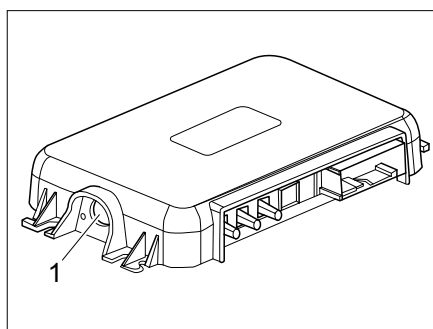

Fig. 288 Tasto di accoppiamento a SCU
- Digitare il tasto di accoppiamento di SCU (Fig. 288,1). Ora il veicolo e il dispositivo mobile sono accoppiati.